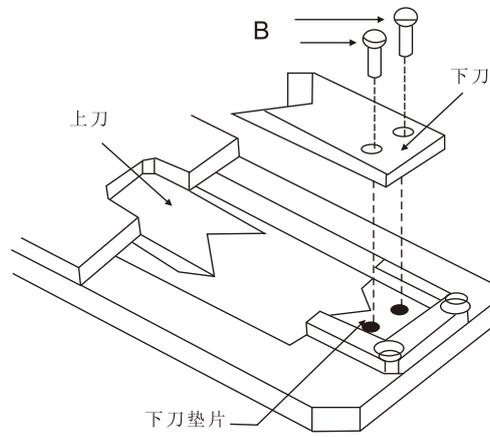

图 4-4
① 旋下螺钉A，水平取下刀架，见图。注意：取下刀架前，记下两刀口相对的大概位置。
②. 参照图4-4，取下刀片。